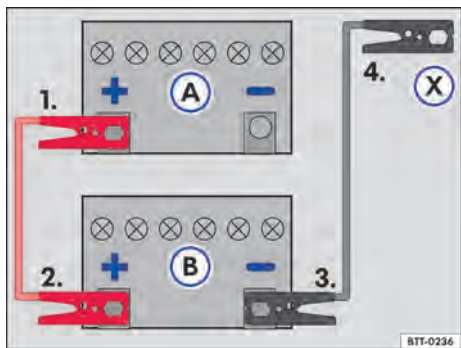

Fig. 176 Esquema para a conexão dos cabos auxiliares de partida: bateria do veículo descarregada (A) e bateria do veículo fornecedora de corrente (B).
Legenda para → Fig. 176:
Conectar o cabo auxiliar de partida somente na sequência 1 – 2 – 3 – 4 → Fig. 176.
- Conectar uma extremidade do cabo auxiliar de partida *vermelho* ao polo positivo (+) do veículo com a bateria do veículo descarregada → Fig. 176 Ⓜ️ → ⚠️.